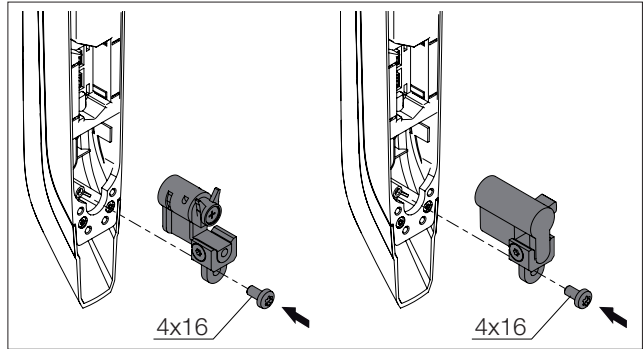

Abb. 3: Montieren der Aufnahme mit Sicherheitseinsatz (links) bzw. Profilhalbzylinder (rechts) im Komfortgriff
- Montieren Sie dann die Aufnahme mit Sicherheitseinsatz bzw. Profilhalbzylinder im Komfortgriff (Abb. 3,  $M_A = 2 + 1 \text{ Nm}$ ).